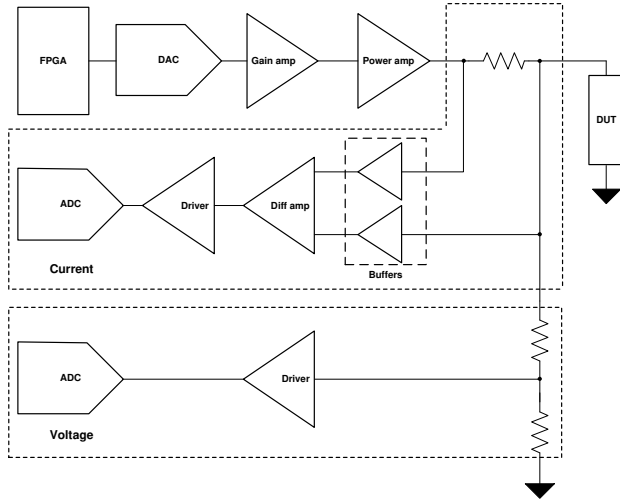

图 1. 半导体测试仪的典型框图
必须使用电压和电流反馈电路进行测量，以确保在器件上施加了正确的测试条件。图 1 显示了使用**仪表放大器 (IA)** 进行电流测量，以及使用分压器进行电压测量，二者均通过驱动器馈送到单独的模数转换器 (ADC)。